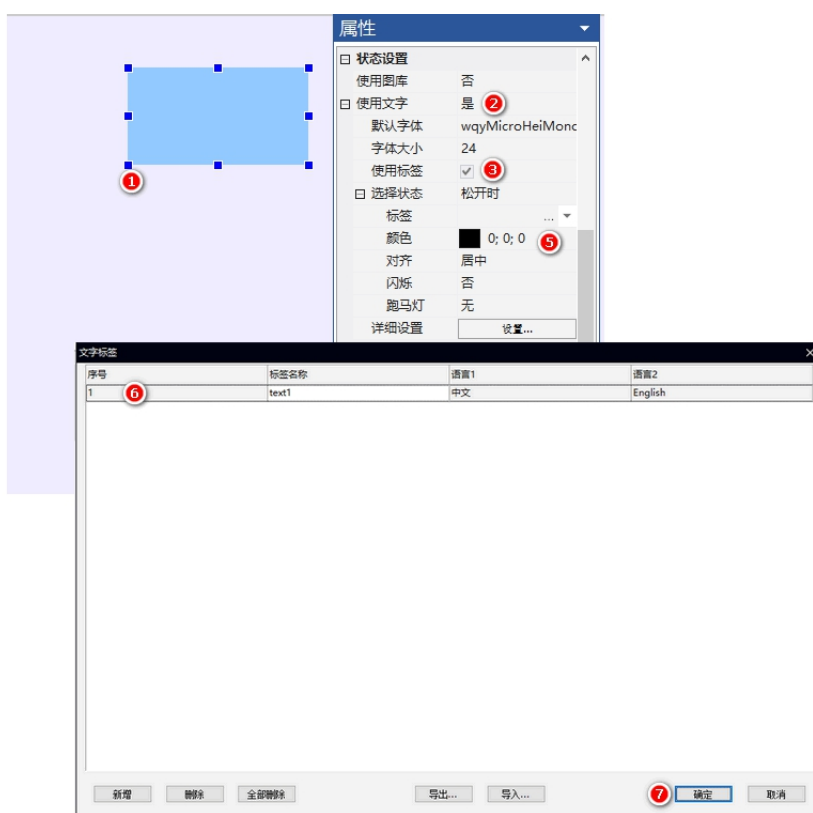

图 14-5 关联标签
2. 点击画面中多状态按钮，绑定“中文”标签，如图 14-5 所示